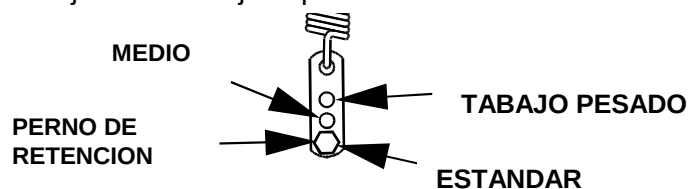

FIGURA 12
- b) Para condiciones mas severas de manejo, reubique el ancla de acople como se muestra en la Figura 12. Las anclas de acople están ubicadas bajo la plataforma del motor a ambos lados, a la derecha e izquierda.